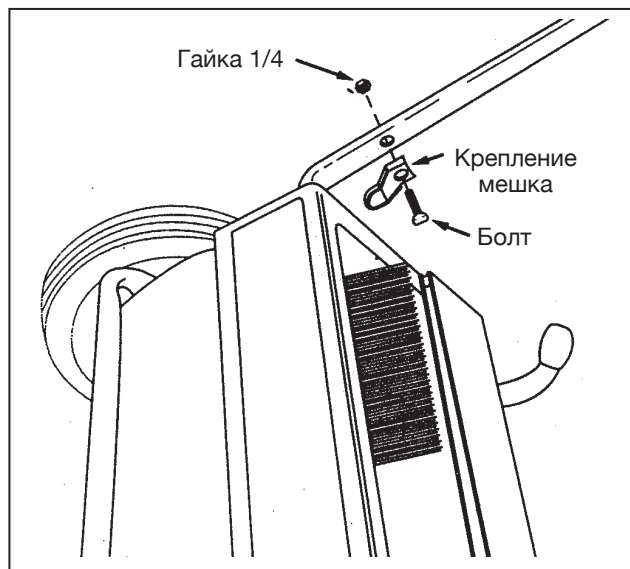

Рис. 3
4. Установите крепление мешка на внутреннюю часть ручки, используя болты и гайки 1/4". Открытая часть крепления должна быть направлена в сторону корпуса машины (рис. 3).